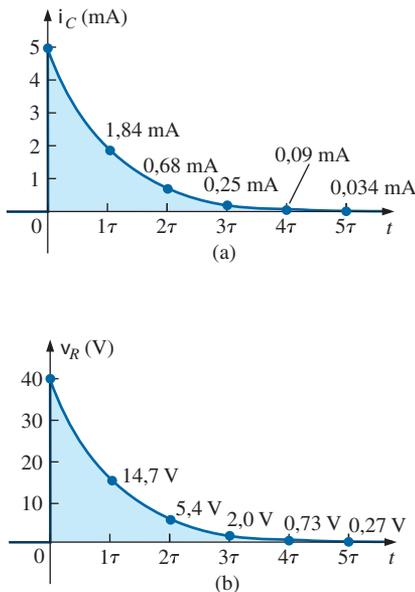

Figura 10.38 \$i_C\$ e \$v_R\$ para o circuito de carga na Figura 10.36.
- Ambos os gráficos aparecem na Figura 10.38.